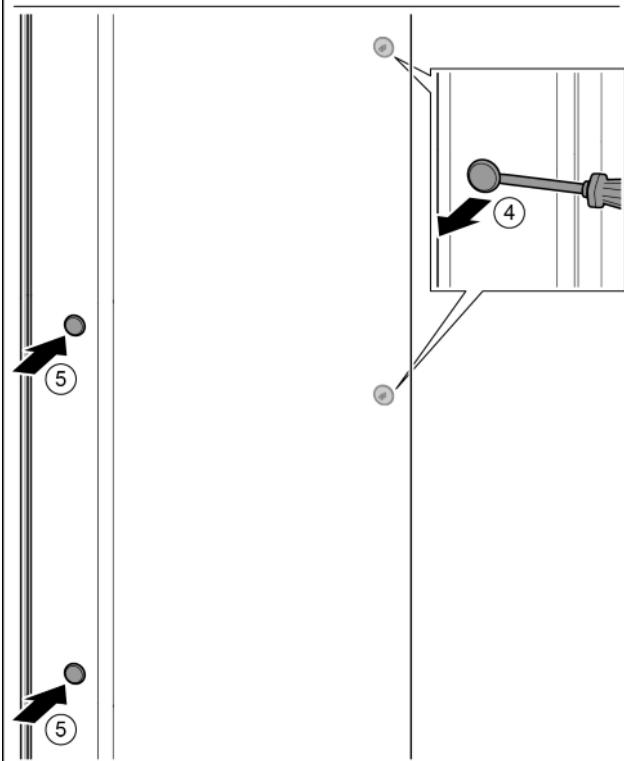

Fig. 20
- Extraeți capacul. Fig. 20 (1)
- Demontați șuruburile cu șurubelnita T15. Fig. 20 (2)
- Detaşați mânerul. Fig. 20 (3)
- Ridicați cu precauție dopul lateral cu o șurubelnită plată și extraeți-l. Fig. 20 (4)
- Introduceți dopul pe partea opusă. Fig. 20 (5)